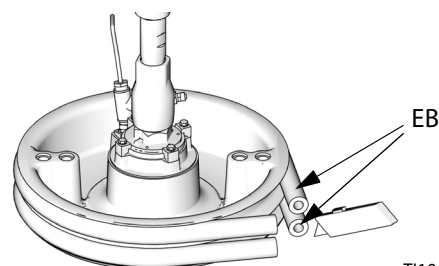

Рис. 33
2. **ВЫКЛЮЧИТЕ** распределительную коробку электропитания (AK) и установите выключатель (AZ) в положение Выкл (OFF).
3. Для замены изношенных или поврежденных очистителей (EB), поднимите прижимную плиту из бочки. Снимите бочку с основания. Вытрите жидкость с прижимной плиты.
4. Разрежьте очистители (EB) ножом и извлеките из прижимной плиты. См. Рис. 33.